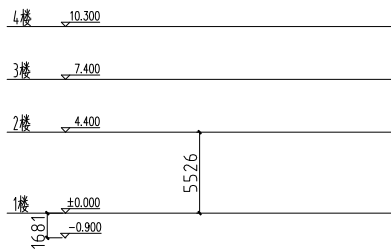

图 13-77 标高标注
**02** 连注标高。单击“专业标注”→“连注标高”命令，在弹出的【标高标注】对话框中定义标高参数，在绘图区中点取标注点和标高方向，绘制标高标注的结果如图 13-77 所示。